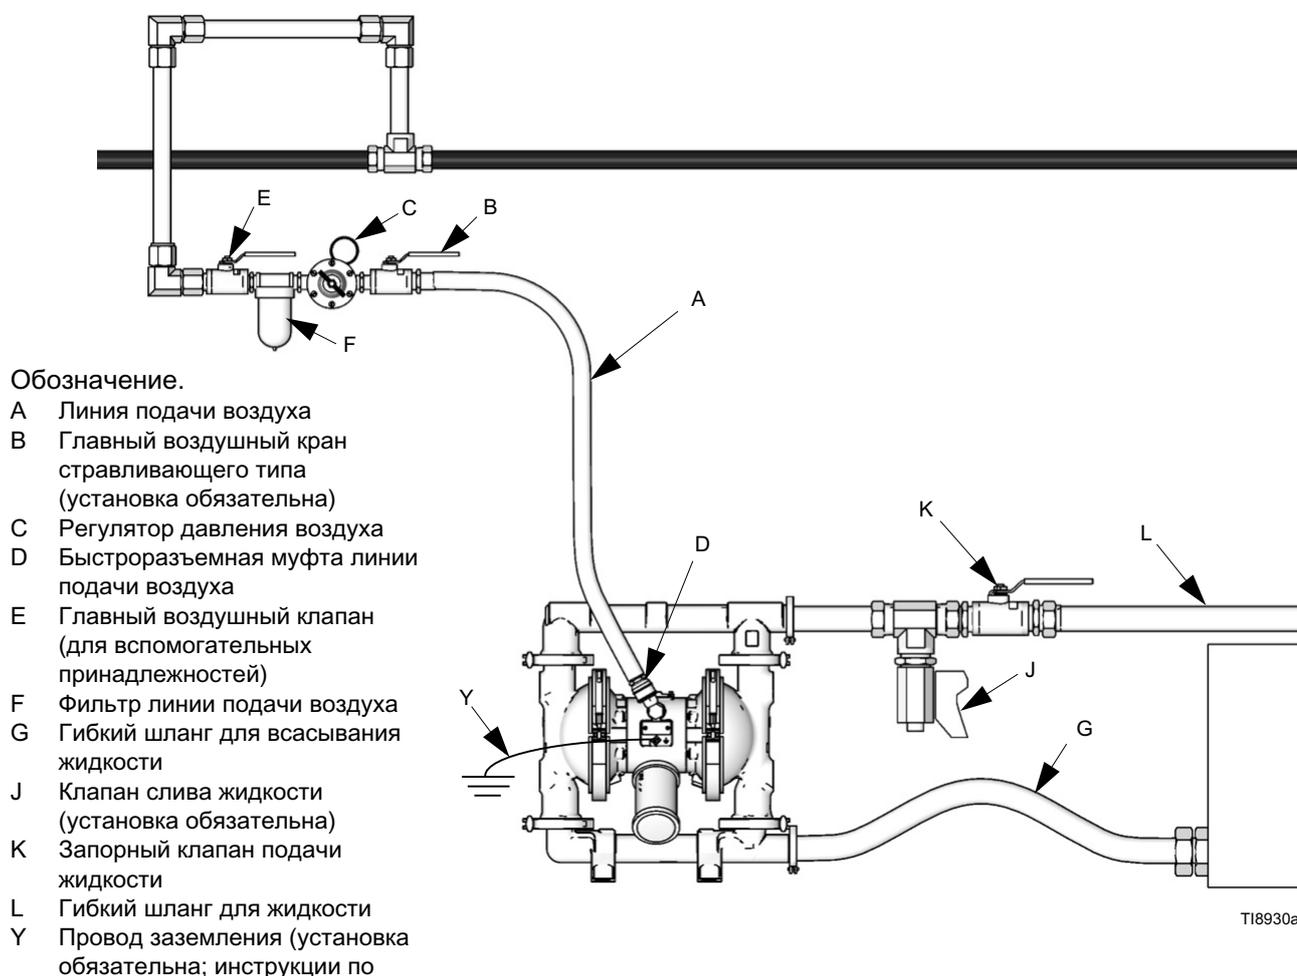

Рис. 2 Стандартная установка на полу
- Представленные на рис. 2—4 схемы можно использовать для выбора и установки компонентов системы. За помощью в разработке системы, отвечающей вашим требованиям, обращайтесь к своему дистрибьютору компании Graco.
<p>Главный переливной воздушный клапан (B) присутствует в системе для выпуска воздуха, который скапливается между этим клапаном и насосом. Скопившийся воздух может привести к неожиданному срабатыванию насоса, что может нанести серьезную травму, включая попадание жидкости в глаза или на кожу, повреждение движущимися частями или загрязнение опасными жидкостями. См. Рис. 2.</p>
1. Установите вспомогательные принадлежности линии подачи воздуха, как показано на Рис. 2. Разместите эти вспомогательные принадлежности на стене или на кронштейне. Убедитесь в том, что линия, обеспечивающая подачу воздуха к вспомогательным принадлежностям, заземлена.
- a. Установите регулятор давления воздуха (C) и манометр для контроля давления жидкости. Выпускное давление жидкости должно совпадать со значением, установленным на регуляторе давления воздуха.
- b. Установите один главный воздушный клапан стравливающего типа (B) рядом с насосом и используйте его для стравливания скопившегося воздуха. См. приведенное выше ПРЕДУПРЕЖДЕНИЕ. Установите другой главный воздушный клапан (E) за всеми принадлежностями линии подачи воздуха и используйте его для изолирования принадлежностей во время очистки и ремонта.
- c. Фильтр линии подачи воздуха (F) удаляет вредные загрязняющие вещества и влагу из подаваемого сжатого воздуха.
Клапан (J) слива жидкости необходим в системе для снятия давления в шланге в случае его закупорки. Дренажный клапан снижает риск получения серьезной травмы, включая попадание жидкости в глаза или на кожу, или отравления опасными жидкостями при сбросе давления. Установите клапан рядом с отверстием для выпуска жидкости из насоса. См. Рис. 2.
1. Используйте гибкие заземленные шланги (L) для жидкостей.
3. Установите клапан слива жидкости (J) рядом с выпуском жидкости. См. приведенное выше ПРЕДУПРЕЖДЕНИЕ и Рис. 2.
4. Установите запорный клапан (K) на выпускной линии для жидкости.